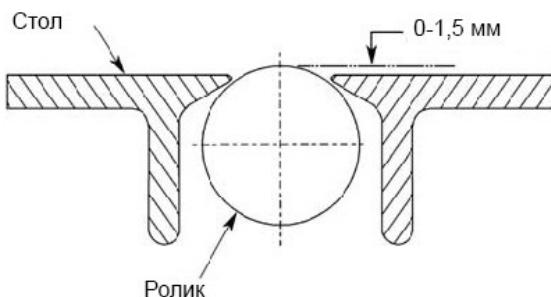

Рис. 14
**ПРИМЕЧАНИЕ:** оба ролика стола предварительно настроены на заводе-производителе на 0,1 мм выше стола. Диапазон настройки высоты находится в пределах от 0 до 1,5 мм (см. Рис. 14).